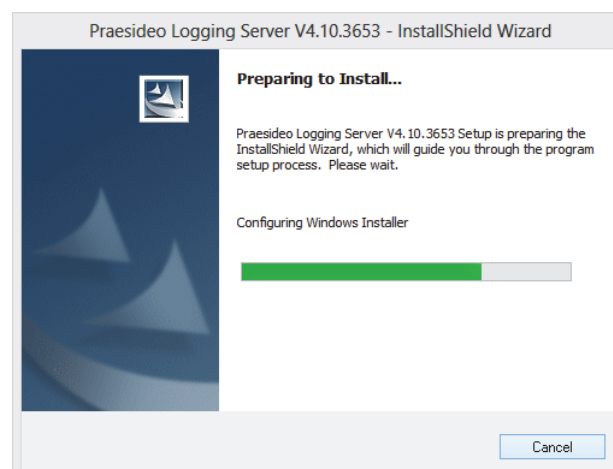

Abbildung 58.1: Setup des Protokollierungs-Servers
- 3 Klicken Sie auf der Schaltfläche *Open*, um das Setup-Programm des *Logging Server* zu starten. Es erscheint ein Bildschirm, der dem in Abbildung 58.1 ähnelt.